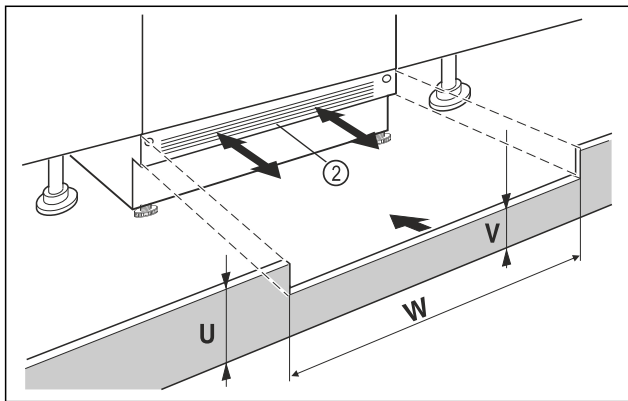

Fig. 98 Ilustrační zobrazení
- ▶ Nasadte krycí lištu spotřebiče Fig. 98 (2) ale ještě nepřipevňujte.
- ▶ U viditelné krycí lišty Fig. 98 (2) tuto lištu vytáhněte dopředu natolik, až jsou přední hrana větrací mřížky a nábytkové krycí lišty zarovnané.
- ▶ Při zakryté krycí liště Fig. 98 (2) tuto lištu zasuněte úplně dozadu.
- ▶ Dbejte a zcela volné větrací štěrby: V případě potřeby přirůzněte krycí lištu nábytku Fig. 98 (U) na potřebnou výšku!
- ▶ Podél šířky výklenku Fig. 98 (W) přizpůsobte výšku můstku Fig. 98 (V) pod krycí lištou spotřebiče Fig. 98 (2).